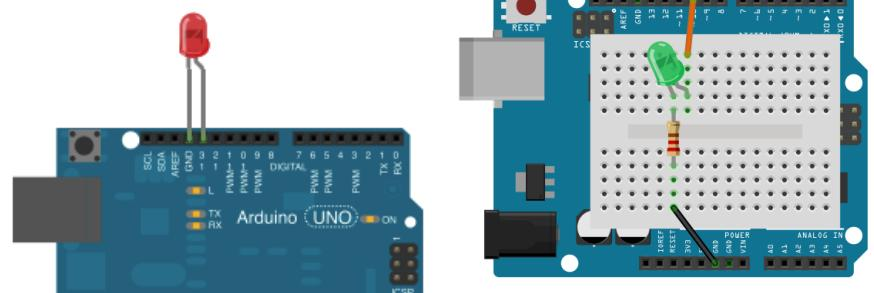

Abbildung 1.12.: Anschluss einer externen LED
Die schnelle Methode sollte nur zum Testen verwendet werden, da die LED kaputt gehen kann. Deshalb sollte eine LED immer zusammen mit einem Vorwiderstand betrieben werden (siehe Abb. 1.12(b)). Die Funktion des Vorwiderstandes ist es, die maximale Leistungsaufnahme der LED zu begrenzen. Für eine normale LED ist ein Vorwiderstand von $R = 220\Omega$ ausreichend. Mehr Wissen zum Thema Elektronik findest du im Anhang D Hintergrundwissen Elektronik.
- c) Verändere den Sketch "Blink" so, dass eine LED am PIN 10 SOS¹ blinkt. Den Schaltplan findest du in Abb. 1.12(b) Speichere den veränderten Sketch unter dem Namen "SOS" ab.